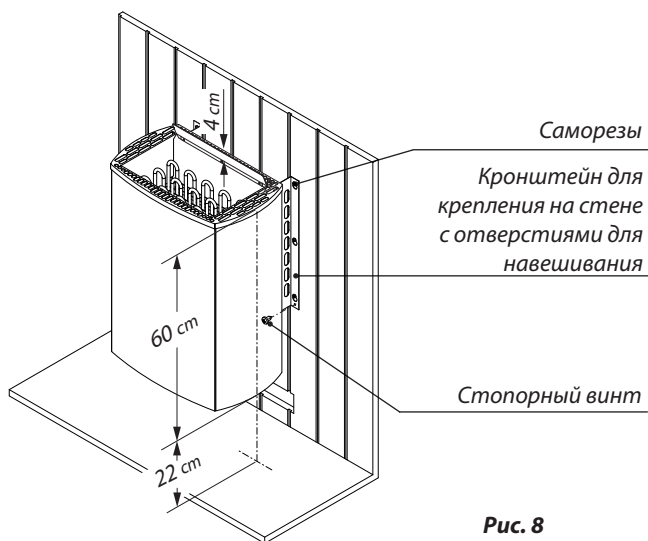

Рис. 8
- Теперь вы можете навесить нагревательный прибор, вставив вкрученные в стенку кабины винты в отверстия в кронштейнах, и затем зафиксировать его с помощью двух стопорных винтов в кронштейнах (Рис.8).